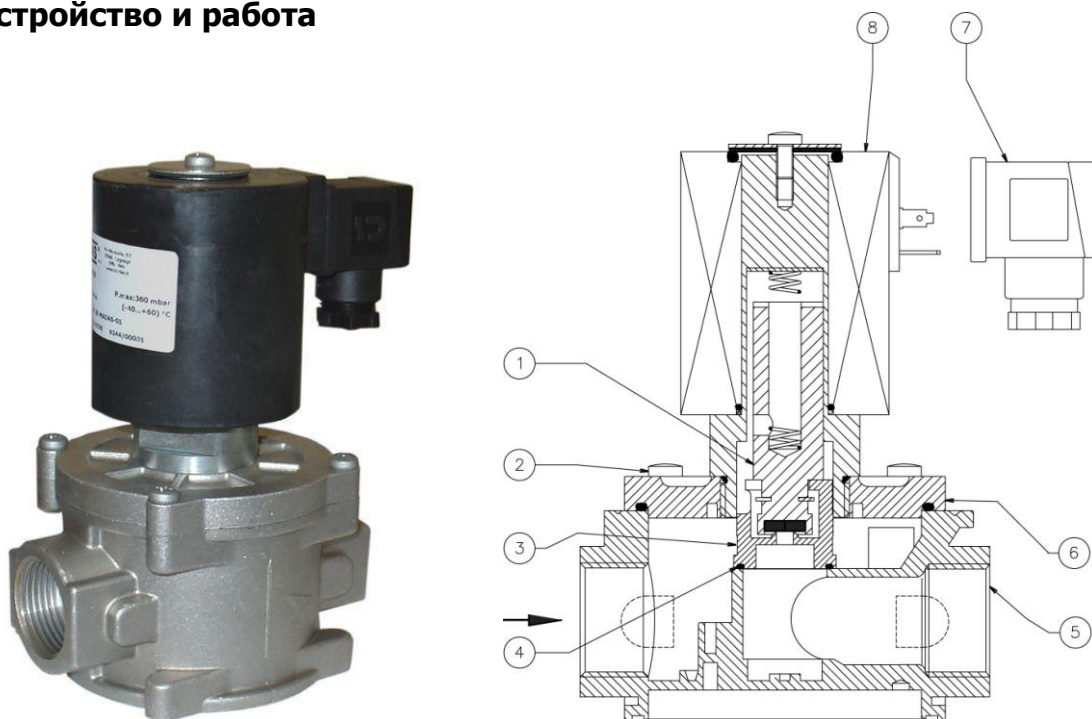

Рис. 1
Клапан (рис. 1) состоит из: подвижный сердечник (1); винты крепления крышки (2); затвор (3); уплотнительное кольцо (4); корпус (5); крышка (6); электрический коннектор (7); электромагнитная катушка (8).